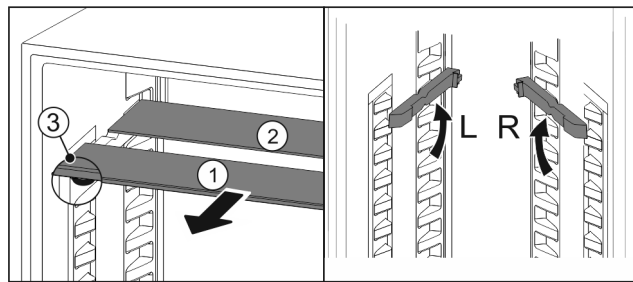

Fig. 126
- Tõmmake Fig. 126 (1) klaasplaadid üksikult ettepoole välja.
- Iluliist klaasplaat Fig. 126 (1) asub ees.
- Pidurid Fig. 126 (3) on suunatud allapoole.